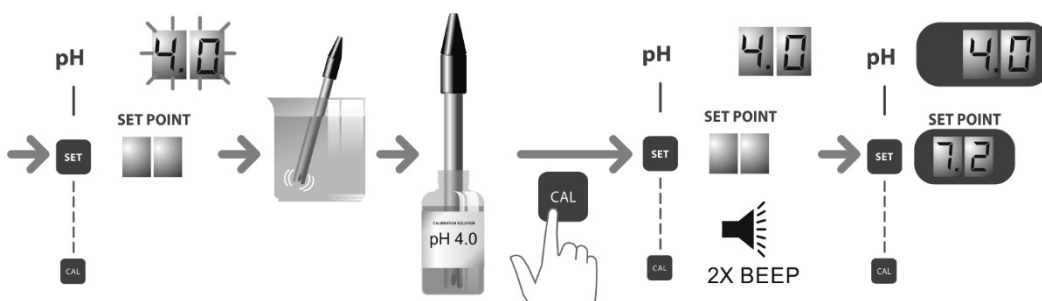

Fig. 15b.
5. Agitare leggermente l'elettrodo per far cadere le gocce d'acqua rimastevi attaccate e inserirlo nella soluzione campione pH=4.0. Agitare leggermente per qualche secondo e premere “CAL” [8]. Una volta stabilizzata la lettura, nello schermo superiore compare “4.0”, quindi vengono emessi 2 “bip” che indicano la conclusione del processo. Il dispositivo di regolazione esce automaticamente dalla modalità di taratura restando operativo. (Fig. 15b).